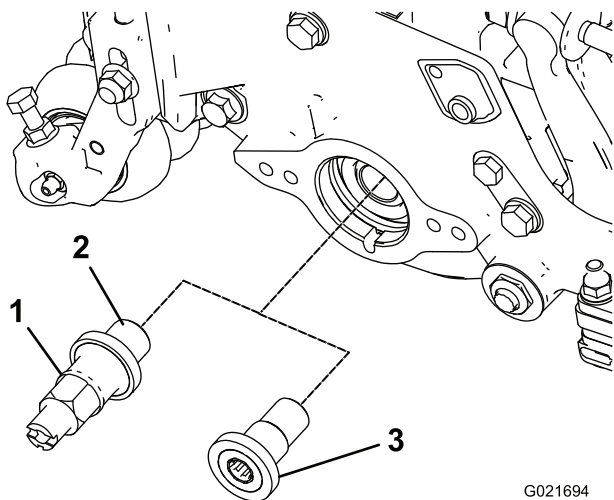

図 9
18. リール駆動シャフト・ツールを使って、リールシャフトのグルーマ駆動側からスプライン付きインサートを取り外す（図 9）。